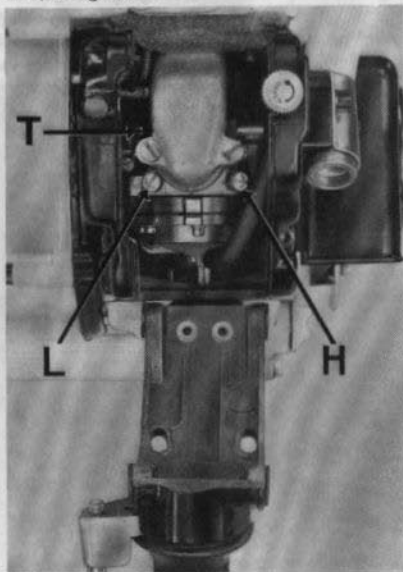

Fig 23.
- a) Lossa de två långa skruvar, som håller bakre handtaget, och vik ner detta, se fig 23.